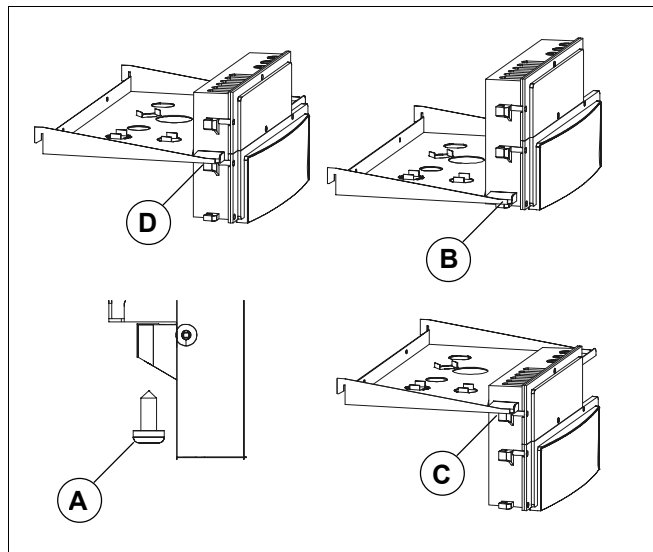

Рис. 33 Перестановка монтажной полки
Для облегчения работ по техническому обслуживанию можно установить монтажную полку в среднее (рис. 33, **поз. D**, стр. 37), верхнее или нижнее положение.
- Для подключения гидравлики закрепить монтажную полку в верхнем положении. Открутить три винта крепления полки (рис. 33, **поз. A**, стр. 37), выровнять ее положение в отверстиях и закрепить (рис. 33, **поз. B**, стр. 37).
Для монтажа комплекта переставить монтажную полку в нижнее положение (рис. 33).
- Ослабить три крепежных винта (рис. 33, поз. А). Два находятся сбоку, третий - на задней стороне монтажной полки. После этого выровнять полку в верхних отверстиях (рис. 33, поз. С) и закрепить.